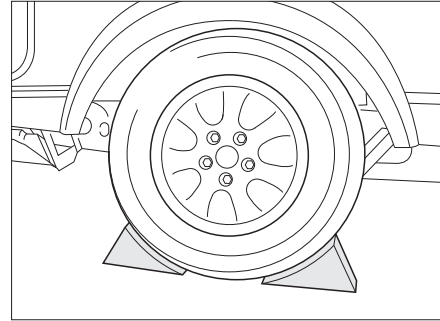

Fig. 175 Bloquer le véhicule
- Placer des sabots de freins ou autres objets similaires contre la roue d'en face pour bloquer le véhicule (Fig. 175).